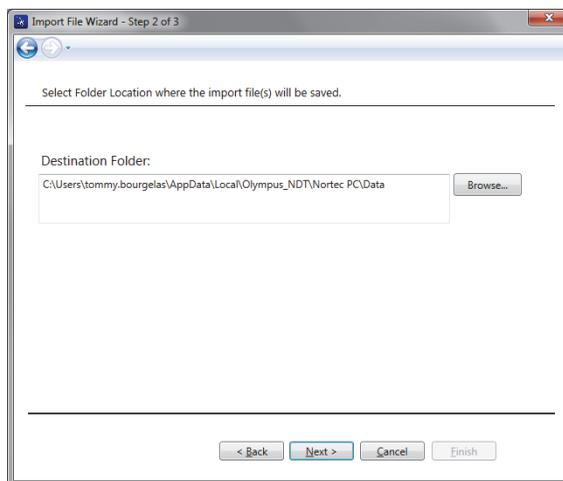

Рис. 6-2 Мастер импорта файлов — Выбор папки
2. С помощью кнопки **Browse** выберите месторасположение папки, куда будут сохранены импортированные файлы; затем нажмите **Next** (см. Рис. 6-2 на стр. 318).